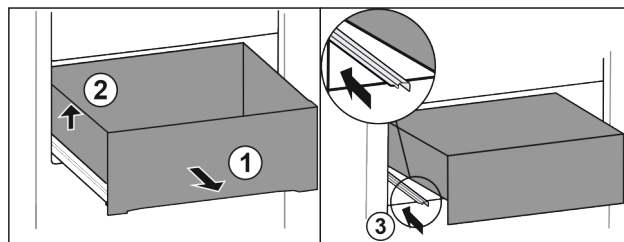

Fig. 68
► Wysunąć szufladę do oporu. Fig. 68 (1)
► Unieść szufladę po lewej. Fig. 68 (2)
► Wsunąć lewą szynę. Fig. 68 (3)